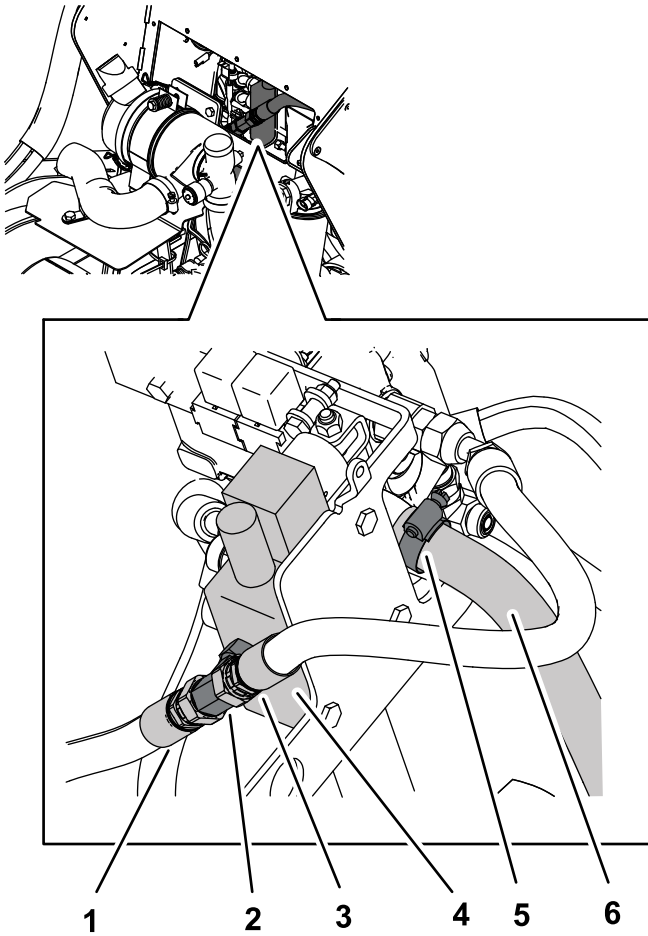

Figure 9
1. Débranchez les 2 flexibles du raccord en T à l'avant du distributeur auxiliaire (Figure 9).